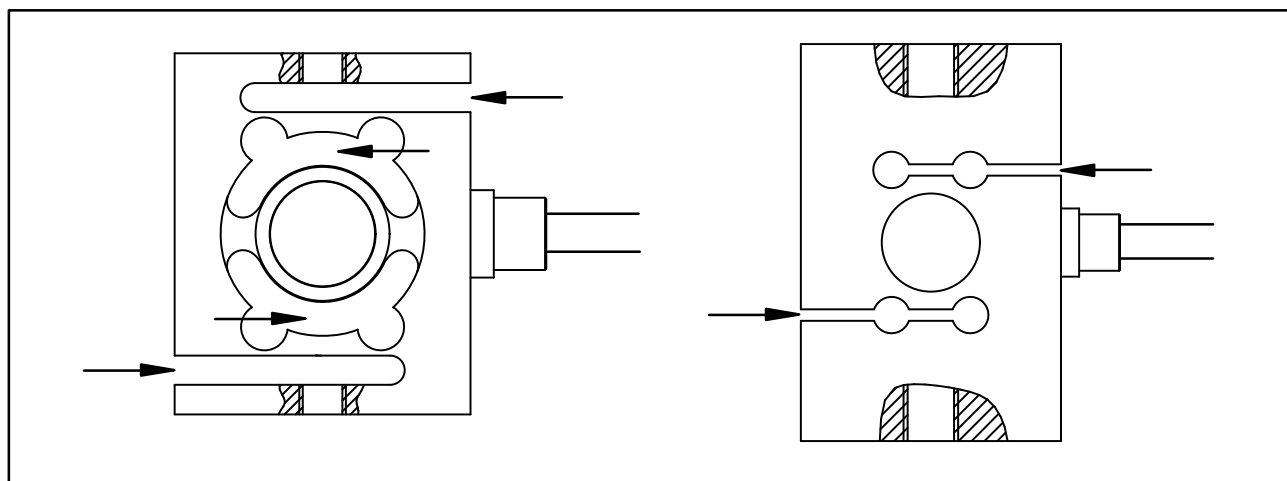

Fig. 4.1 Éviter les dépôts aux endroits signalés
*Des erreurs de mesure peuvent se produire lorsque de la poussière ou des saletés se déposent à l'intérieur des capteurs de force. Les zones concernées sont repérées par des flèches sur la Fig. 4.1.*